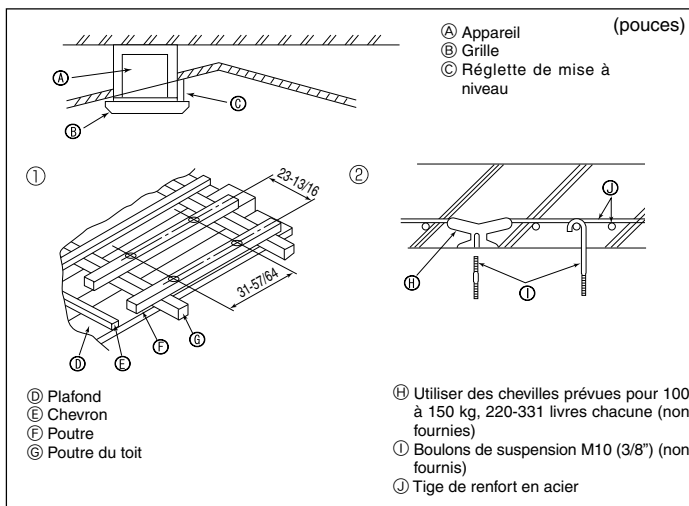

Fig. 3-5
3.5. Structure de suspension (Construire une structure renforcée à l'endroit de suspension de l'appareil) (Fig. 3-5)
① Structures en bois
② Structures en béton armé